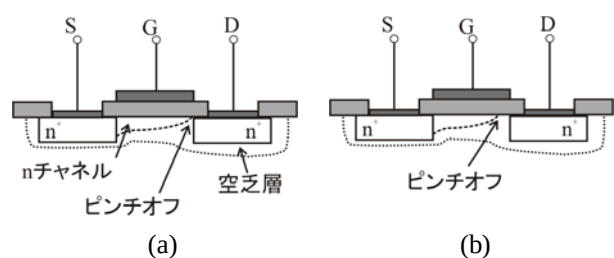

Fig.9 ピンチオフ状態
- ・ V_{DS} を増加していくとドレイン側から空乏層が広がり(pn 接合の逆バイアスのため)、チャネルが狭くなりピンチオフとなる(Fig.9(a))。
- ・ V_{DS} をさらに増加すると、ピンチオフがソース側に広がり、電圧は空乏層にのみ掛かるため I_D は飽和する(Fig.9(b))。